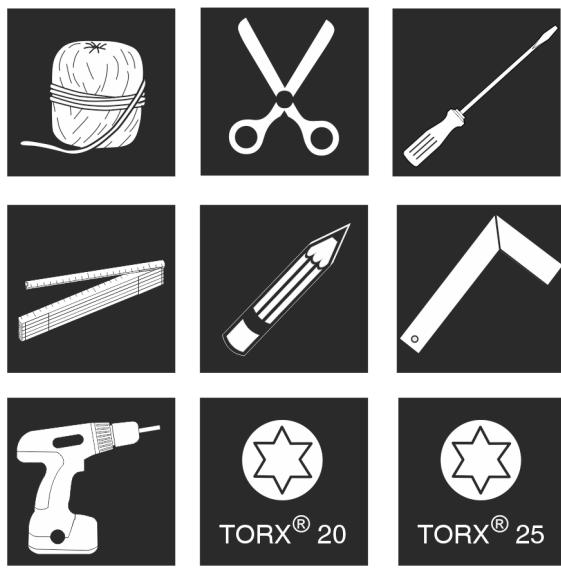

Fig. 20
1. Aletleri hazır bulundurun. *Fig. 20 Ø*